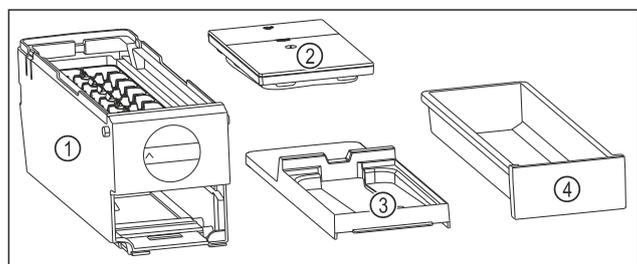

Fig. 145 Компоненти EasyTwist-Ice
- ▶ EasyTwist-Ice складається з чотирьох частин. (див. Fig. 145)
- ▶ Розбирайте EasyTwist-Ice тільки на зображені компоненти. (див. Fig. 145)
- ▶ Очистіть корпус EasyTwist-Ice Fig. 145 (1) без розбирання.